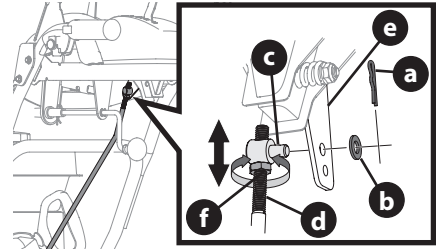

Figure 56
2. Retirez la goupille fendue (a) et la rondelle (b) de la virole de réglage sur la tige du levier de vitesse. Retirez la tige du levier de vitesse. Voir Figure 56.